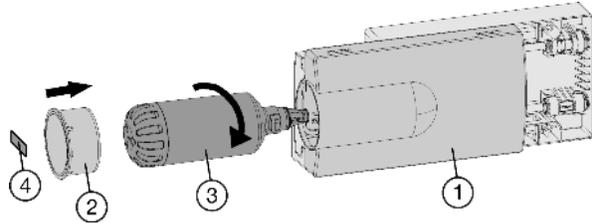

Fig. 9
- ▶ Mettre en place le filtre à eau Fig. 9 (3) à eau puis le tourner d'env. 100° vers la droite jusqu'à la butée.
- ▶ Insérer le tiroir Fig. 9 (1).
- ▶ Poser le couvercle du filtre Fig. 9 (2).
- ▶ Inscire la date du dernier remplacement sur l'autocollant Fig. 9 (4) fourni puis le coller sur le module.